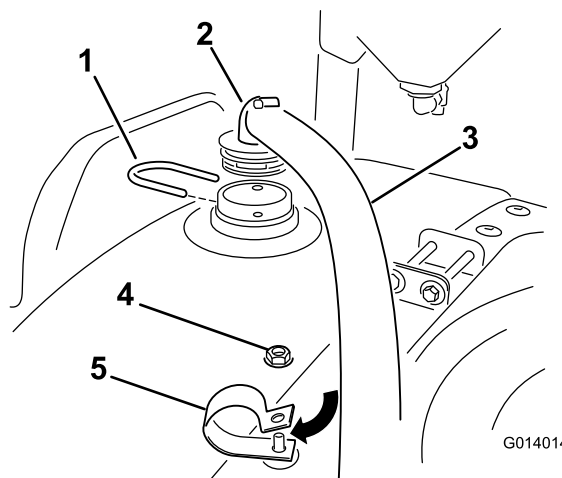

Figura 22
2. Instale a extremidade do tubo com a união de 90° ao anteparo previamente instalado utilizando uma forquilha de retenção (Figura 22).
4. Instale uma porca de bloqueio sobre o parafuso no grampo R e aperte à mão nesta altura (Figura 22).